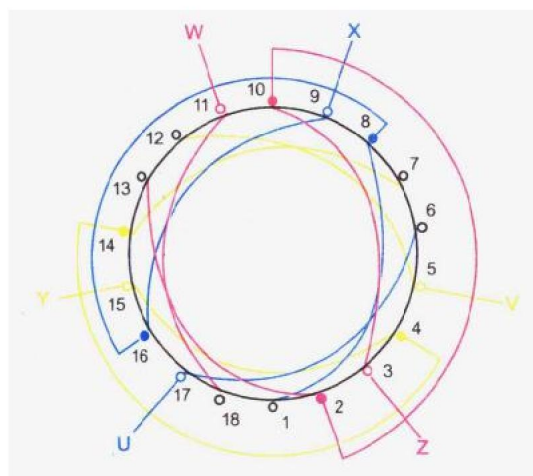

图 1-10 18 槽 2 极交叉嵌等节距绕组布线
(2) 等节距：节距均为 7 (1~8)。绕组布线见图1-10。